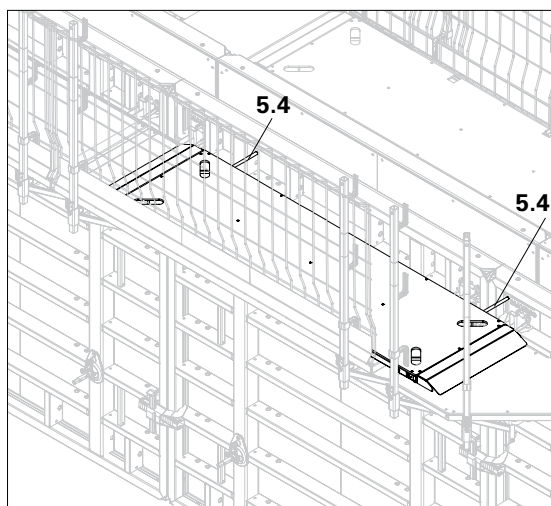

Fig. A11.13a
3. Les écarteurs (5.4) doivent être appliqués contre la face intérieure de la peau coffrante de l'élément MAXIMO. (Fig. A11.13a)